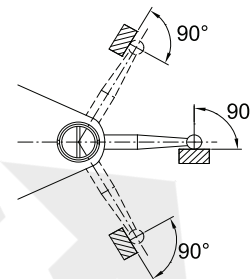

fig.4
2. Durante a medição, a ponta deve estar na vertical em relação à direção de medição (fig. 4).